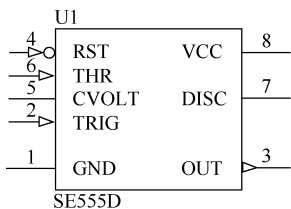
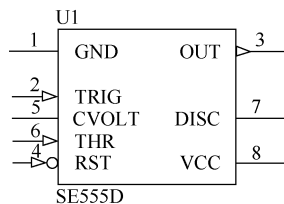

图 2.2.9 翻转前
图 2.2.10 翻转后
(3) 元件的翻转：选中元件 SE555D，按住鼠标左键不放，待到鼠标指针变成“十”形状后，按 Y 键，将该元件上下翻转。图 2.2.9 为翻转前的效果，图 2.2.10 为翻转后的效果。在元件浮动状态时按 X 键可以实现左右翻转。
(4) 元件的移动：如果需要移动对象，先选择对象，然后按住鼠标左键拖动。本例中，用户可以根据自己的需要适当地移动对象来调整布局。